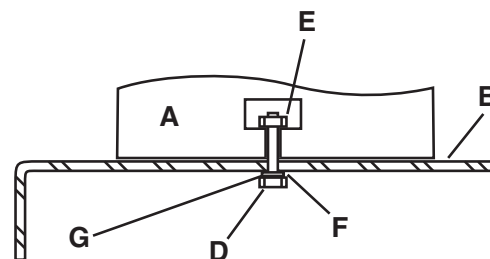

Figura 3. Instalación de la bomba en el soporte de montaje
4. En la siguiente tabla se muestra el conjunto para montaje que se utiliza con modelos de bomba Enerpac. Instale la bomba en el soporte de montaje como se muestra en la Figura 3. Apriete bien todos los pernos.
Leyenda para la Figura 3: